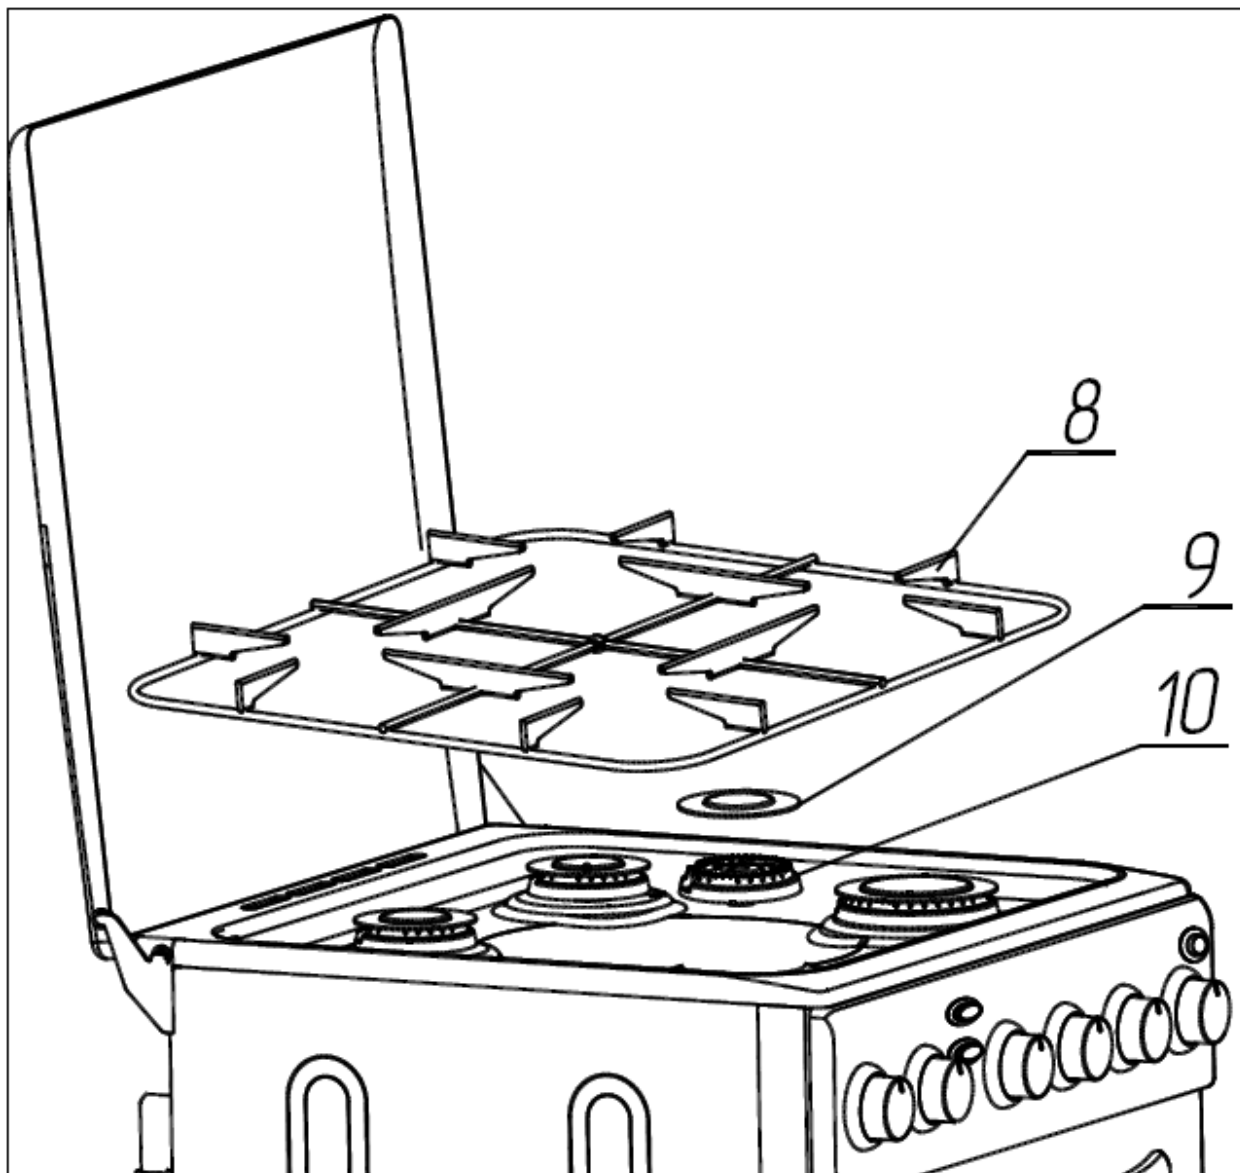
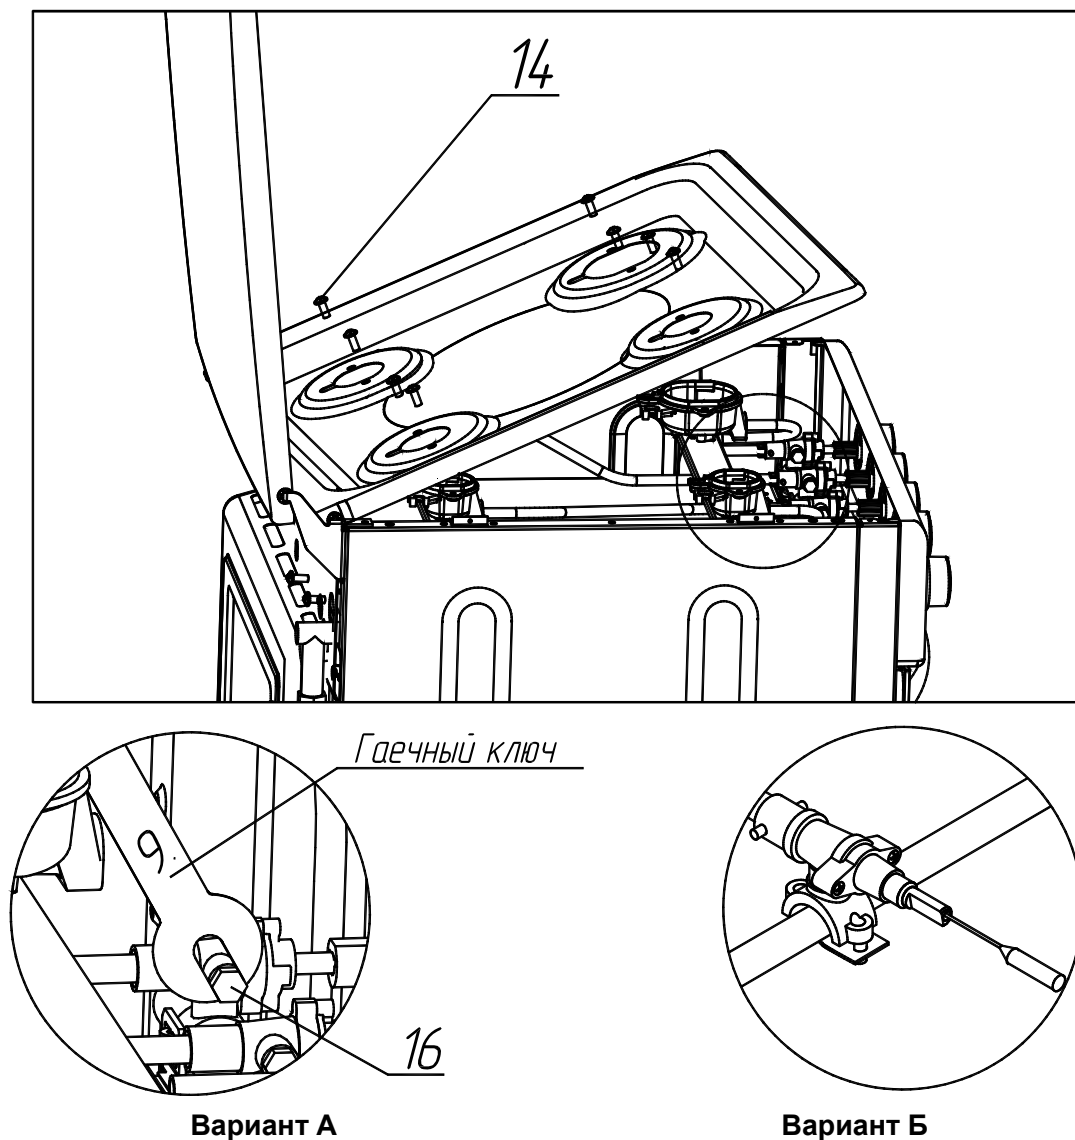

Рисунок 3 - Подготовка плиты к замене сопла
Рисунок 6 – Замена и регулировка винтов малого пламени.
4.2.3 Замена и регулировка винта малого пламени на кранах горелок стола (рисунок 6).
- снять решётку (8) с поддона плиты, а также крышки горелок (9) и вынуть насадки (10) (см. рис. 3);
- отвинтить винты (14) – 8 шт. (см. рис 6);
- гаечным ключом (рисунок 6, вариант А) (зев ключа 9 мм) отвинтить винты малого пламени (16) с кранов и заменить их ВМП для нового типа газа (см. табл. 2 «Характеристики горелок, сопел и ВМП»);
Для регулирования ВМП (рисунок 6, вариант Б), в кранах, имеющих отверстие в валу крана, необходимо перевести ручку крана в положение «малое пламя», снять
снять решётку (8) с поддона плиты, а также крышки горелок (9) и вынуть насадки (10) (см. рис. 3);
поднять поддон с крышкой с плиты (см. рис. 6);